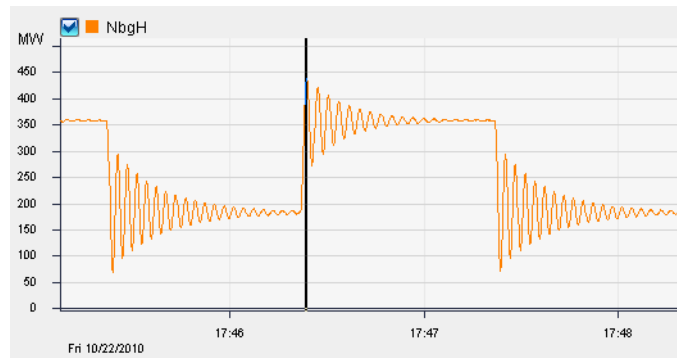

Bild 3-21 Diagramm mit berechneter Kurve
- Die periodische Zuschaltung einer hohen Last verursacht Leistungsspendelungen, die gut gedämpft sind, siehe Bild 3-21.